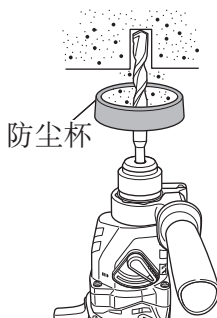
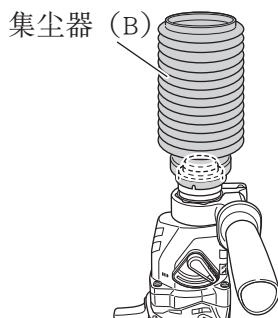

图 9
图 10
## 4. 安装集尘杯和集尘器 (B) (选购附件) (图 9、图 10)
请按照图 9 所示方法, 将集尘杯装在钻头上使用。使用粗径钻头时, 请用本电动锤钻将集尘杯的中心孔开大。
使用集尘器 (B) 时, 请将集尘器 (B) 与夹卡上的槽对准后, 将集尘器 (B) 从钻头的顶端插进去 (图 10)。